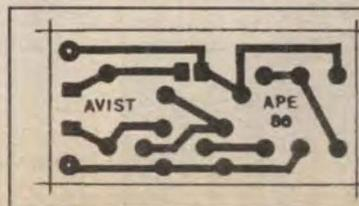

Fig. 2
- FIG. 2 - *LAY OUT* DO CIRCUITO IMPRESSO ESPECÍFICO - A plaquinha do impresso para a montagem do *AVIST* é até *ridícula*, de tão pequena e simples, podendo perfeitamente ser traçada com caneta do tipo descartável (obviamente contendo a necessária tinta ácido-resistente), de baixo preço... Quem quiser um acabamento mais profissional para a placa, contudo, poderá utilizar os práticos decalques (também muito baratos...). Em qualquer caso, bastará copiar o padrão de ilhas e pistas, vistas em tamanho natural na figura (escala 1:1), inicialmente com carbono, seguindo-se a traçagem, corrosão, limpeza, furação, nova limpeza, nos *conformes* das técnicas tradicionalmente adotadas para a confecção de impressos... As *INSTRUÇÕES GERAIS PARA AS MONTAGENS* poderão ser consultadas pelos leitores que ainda não adquiriram muita prática no assunto...